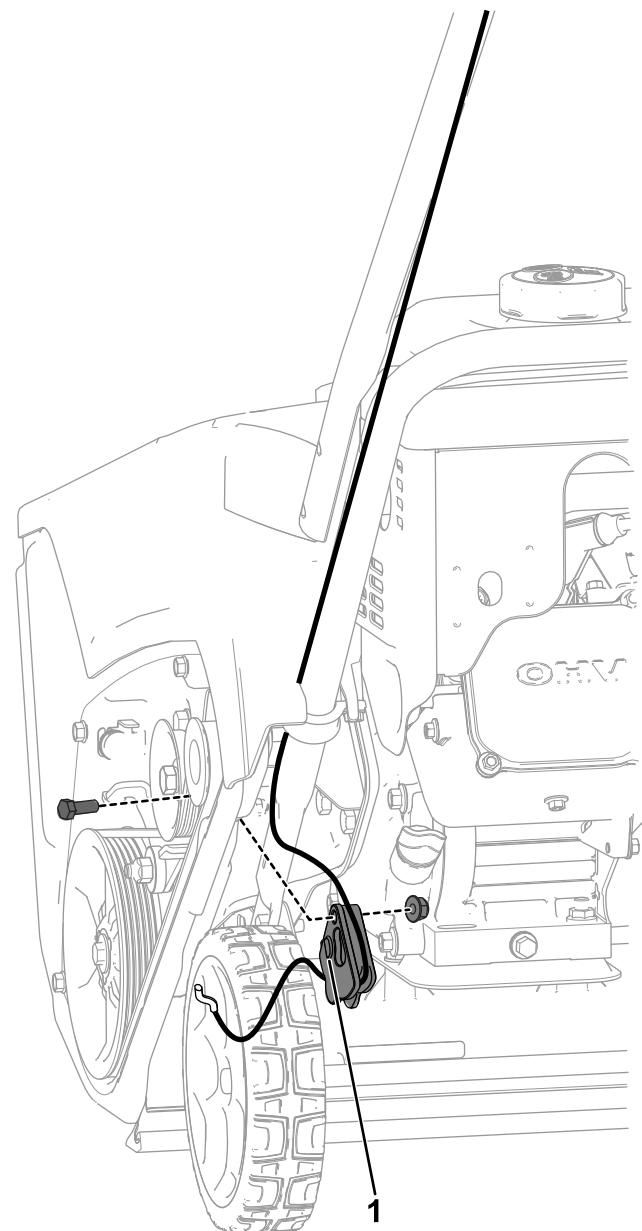

Figura 4
2. Fissate il gruppo guidacavo alla macchina con il bullone e il dado forniti (Figura 4).